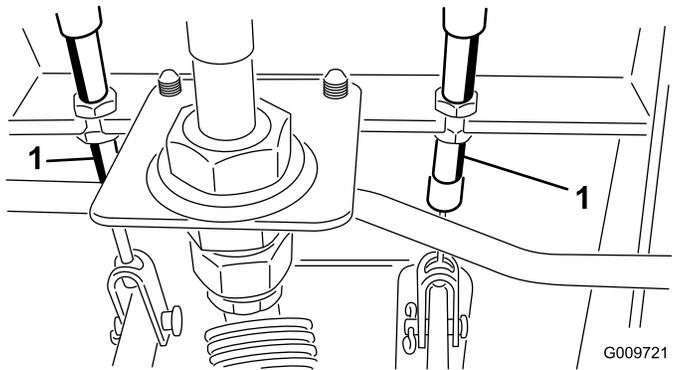

図 114
- A. ブレーキケーブル 図 114 の端にある前ナットをゆるめる。